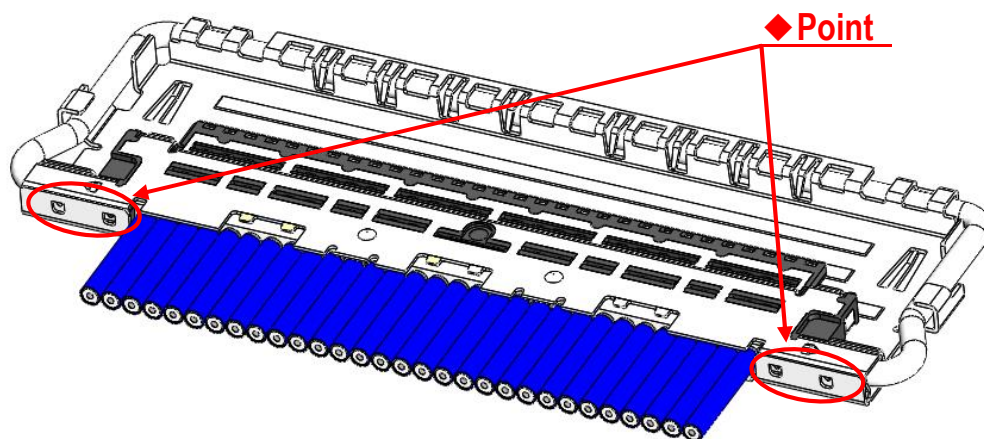

図 14. Shell-A 及び Shell-B 半田付け箇所
- ⑤Shell-A と shell-B を半田コテにて全箇所半田付けすることを推奨する。 (図.14◆部)